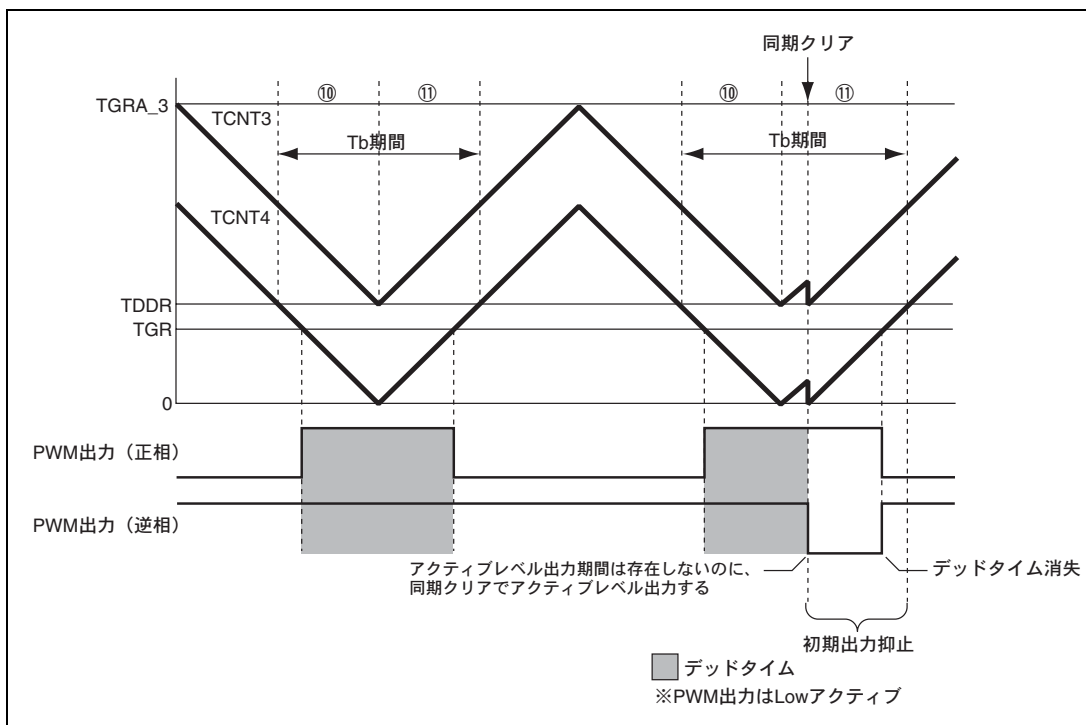

図 10.137 条件 (2) の同期クリア例
条件 (2) 初期出力の抑止期間⑩、⑪にて、 $TGRB_3 \leq TDDR$ 、 $TGRA_4 \leq TDDR$ 、 $TGRB_4 \leq TDDR$ のいずれかが成立する状態で、同期クリアする (図 10.137)。